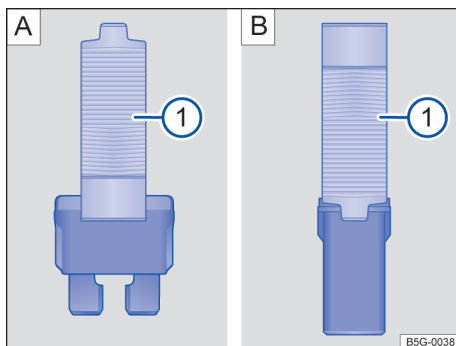

Fig. 179 Retirar ou colocar o fusível com a pinça de plástico: A) fusível plano, B) fusível de bloqueio.
- Se necessário, tirar a pinça de plástico da cobertura da caixa de fusíveis correspondente → Fig. 179 **1**.
- Conforme o modelo de fusível, colocar um grampo adequado da pinça de plástico pela lateral sobre o fusível → Fig. 179 **A** 1 ou → Fig. 179 **B** **1**.